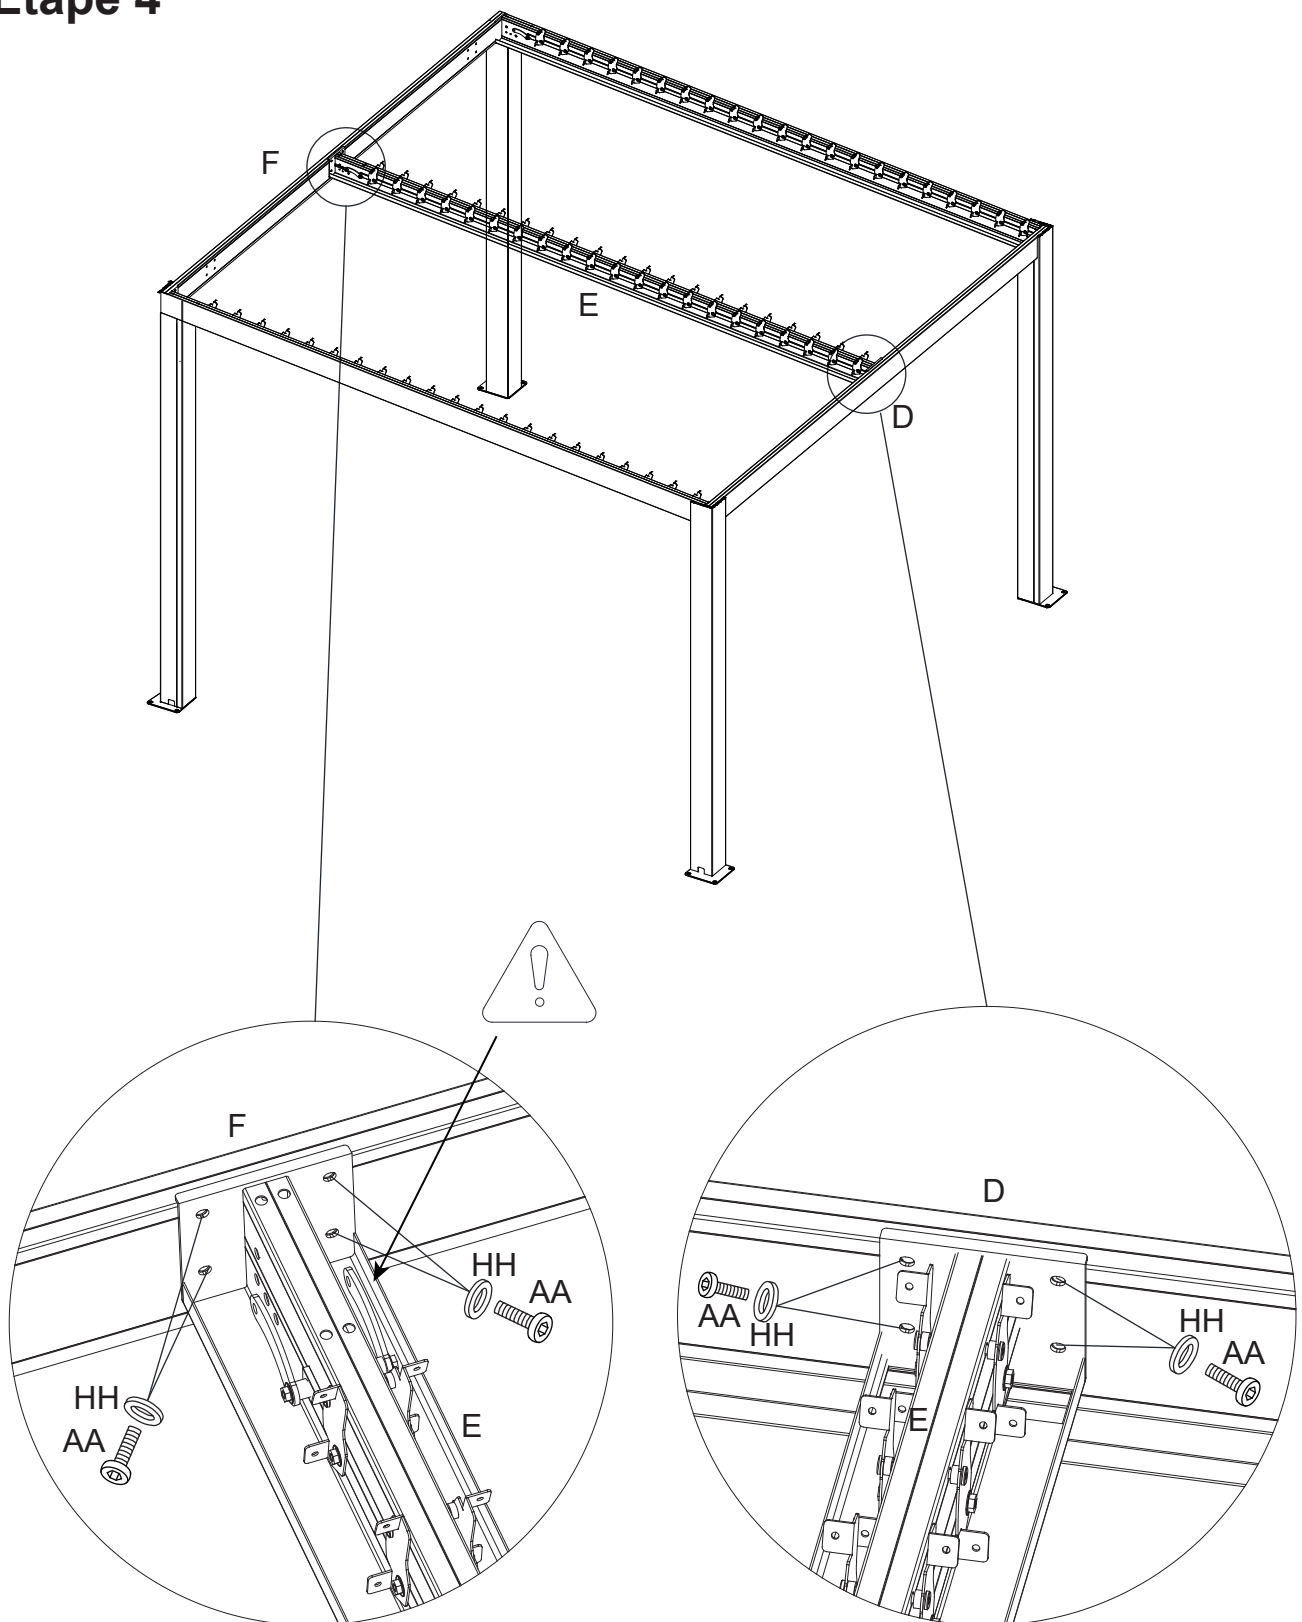

Figure 4
Figure 4. Reliez une extrémité de la traverse centrale (E) à la traverse avant (D) et connectez l'autre extrémité à la traverse arrière (F) et fixez les ensembles à l'aide des boulons (AA) et des rondelles (HH).